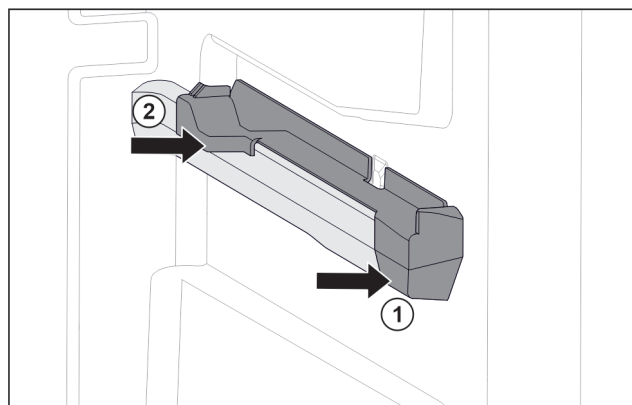

Fig. 42 Natični nastavek na desnemu nastavku za posodo
- ▶ Natični nastavek spredaj namestite na nastavek za posodo. Fig. 42 (1)
- ▶ Pritisnite natični nastavek zadaj. Fig. 42 (2)